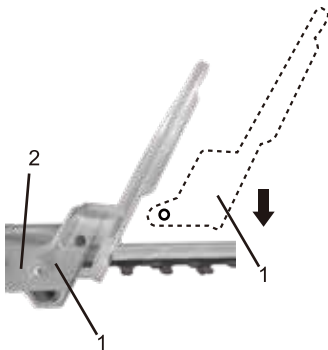

Fig. 7a
1. Faire glisser l'extrémité ouverte du protège-main (1) vers le bas de la lame, jusqu'au support de lame (2) (Fig. 7a).